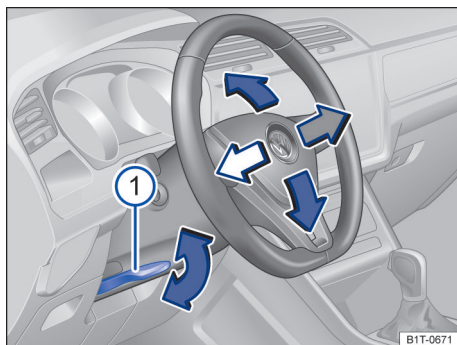

Fig. 77 Debaixo do volante no revestimento da coluna de direção: alavanca para o ajuste mecânico da posição do volante.
- Virar a alavanca → Fig. 77 ① para baixo.
- Virar a alavanca sempre com firmeza para cima → Fig. 77 ① após o ajuste, para que o volante não mude de posição involuntariamente durante a condução.